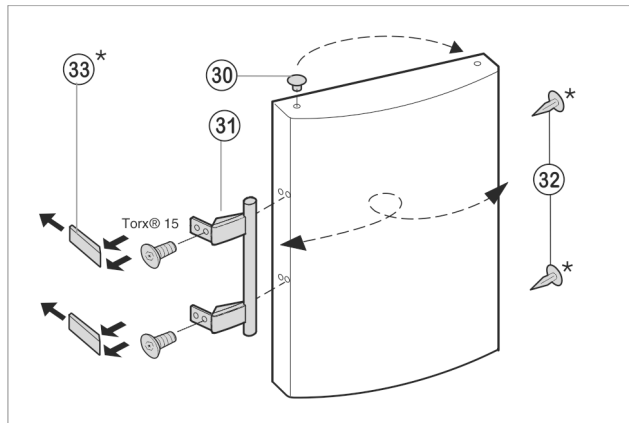

Fig. 8
- ▶ Stop Fig. 8 (30) uit de deurlagerbus heffen en omzetten.
- ▶ Deurgreep Fig. 8 (31), stop Fig. 8 (32) en drukplaat Fig. 8 (33) demonteren en terugplaatsen op de andere zijde.